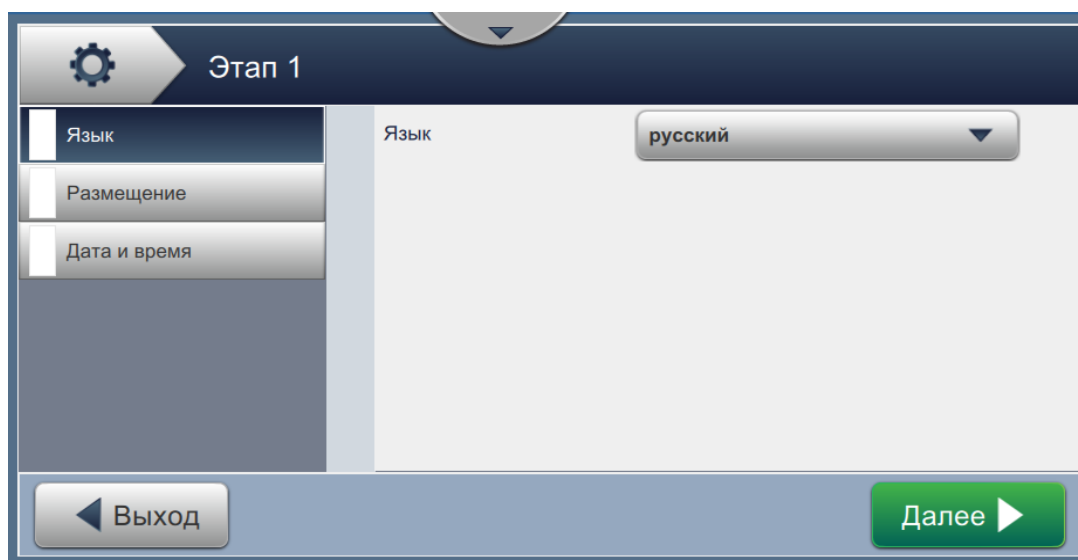

Рис. 6-25: Экран «Установка»
1. Нажмите кнопку  на экране «Инструменты». Откроется экран «Установка», как показано на Рис. 6-25.